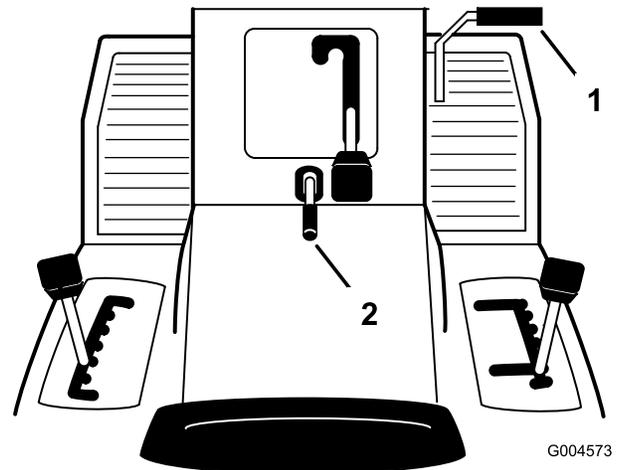

Figure 6
1. Appuyez sur la pédale de frein/d'embrayage (Figure 6) et maintenez-la enfoncée.
2. Levez le levier de frein de stationnement (Figure 6) et relâchez progressivement la pédale de frein/d'embrayage.
1. Enfoncez la pédale de frein/d'embrayage (Figure 6).